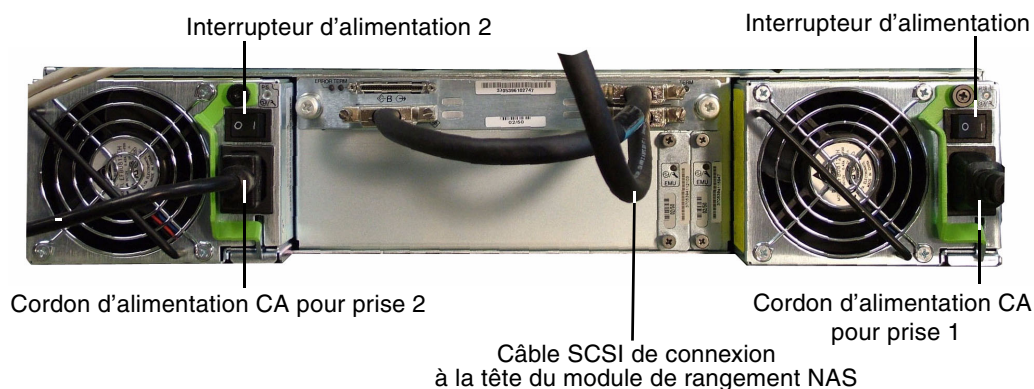

FIGURE 2-14 Panneau arrière de l'unité d'extension
2. Connectez les deux câbles d'alimentation CA à l'arrière de chaque unité d'extension (reportez-vous à la section « Raccordement du châssis de chaque unité d'extension à une prise de courant alternatif », page 22 et à la FIGURE 2-14).